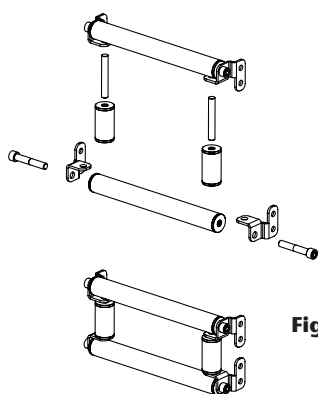
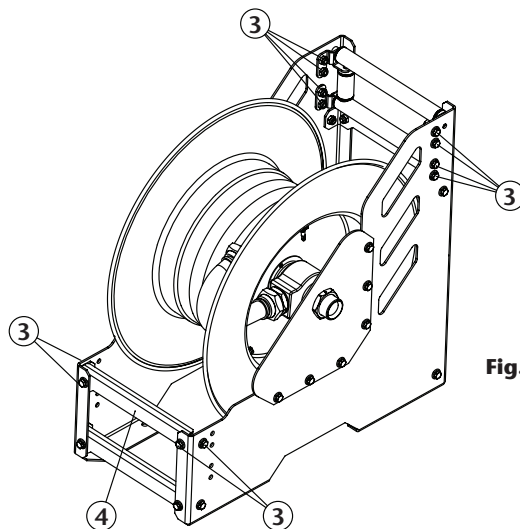

Fig. 3
Fig. 4
5. Ensamble entre sí los componentes de la salida de manguera desmontados previamente según (Fig. 3), y llévelos a su nueva posición según, apretando los tornillos (3) (Fig. 4).
6. Finalmente ensamble el travesaño (4) (Fig. 4) en la posición indicada.